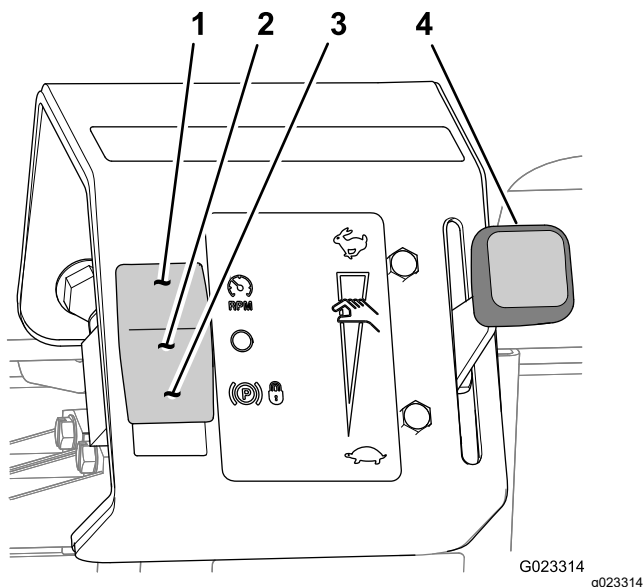

図 30
ハンスロットルは、モードスイッチと組み合わせて使い、エンジン速度の調整およびエンジン速度を固定するのに使用します 図 30。
2. ハンスロットルを SLOW 位置に動かす 図 30。
3. モードスイッチを上走行速度リミット位置にセットする 図 30。
6. ハンスロットルを FAST 方向に動かして 図 30、希望する速度を出す。
3. モードスイッチを上OFF位置にセットする 図 30。
モードスイッチ 図 30 は、以下の操作にハンスロットルを使用するときに使います